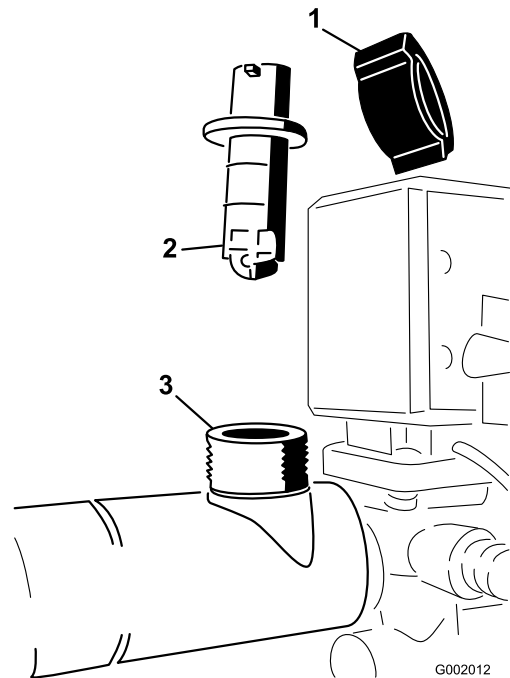

Figure 76
2. Retirez le capuchon de retenue du corps du débitmètre (Figure 76).